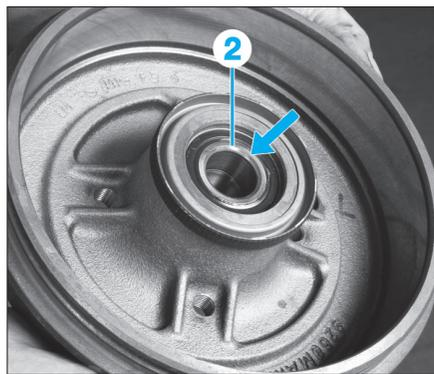

Fig. 29
- Déposer le roulement (2) à l'aide d'une presse et d'un tube de diamètre extérieur (Fig.29) :